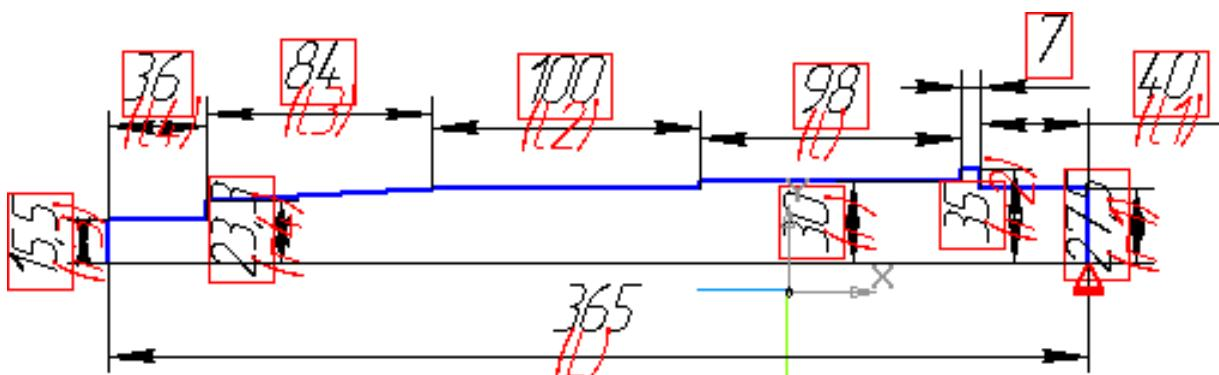

Рис. 7
12. Не прерывая команду **Установить значение размера** , последовательно указывайте размеры, соответствующие длинам участков и присваивайте им следующие значения:  $l1=40$ ;  $l2=100$ ;  $l3=84$ ;  $l4=36$ ;  $L=365$ . После каждого ввода значения переменной контур эскиза будет перестраиваться. Результат построения приведен на рис. 7.